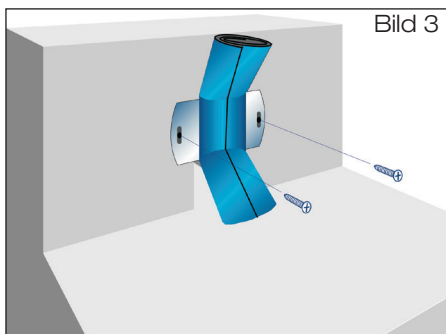

Bild 3
1.4 Schiebeflansch (mit zusammengerollter Anschlussmanschette) mittels Schlitzschaubenzieher befestigen (Bild 3).